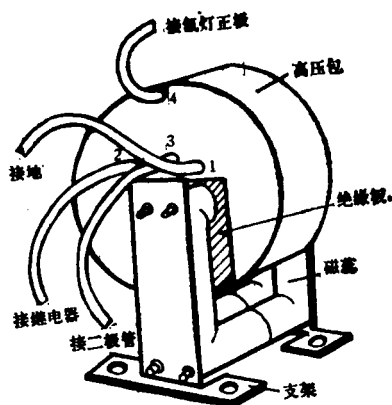

图 1 高压变压器外形
电源中的高压变压器见图 1。引线 1、2 是初级,3、4 是次级,4 级是高压正端,接氙灯正极。初、次级绕在同一线包内,外涂一层绝缘物,磁芯由两块 U-16 组成。
2. 判断故障部位 接通电源,用万用表测量氙灯两端电压应在 150V 左右,证明低压正常(测量时严禁触发氙灯)。然后触发氙灯。如不能点燃或触发多次才偶尔点燃,表明高压包有故障。此时切断电源,打开仪器外壳,可见到高压变压器(图 1)为了判断故障位置,可进一